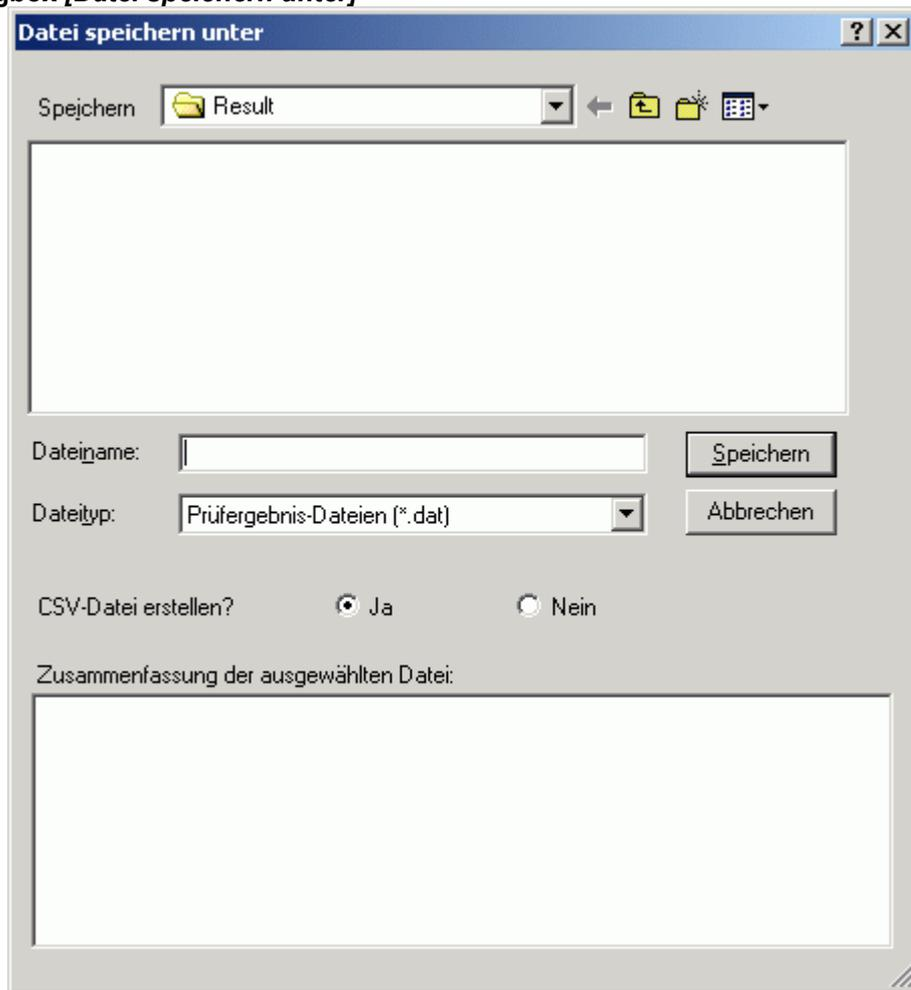

Abb. 5-3-2 Dialogbox [Speichern unter]
- Die Dialogbox [Speichern unter] wird geöffnet (siehe Abb. 5-3-2).